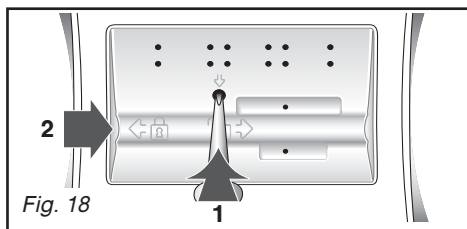

Fig. 18
– déverrouillez cette pièce (Fig. 18).